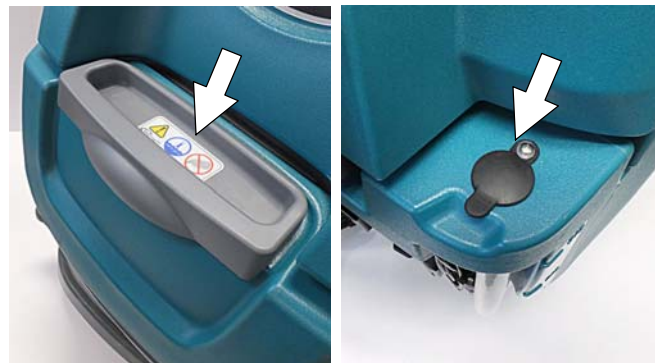

ABB. 21
2. Schließen Sie nach dem Füllen des Lösungstanks die vordere und hintere Füllöffnung (Abb. 21).